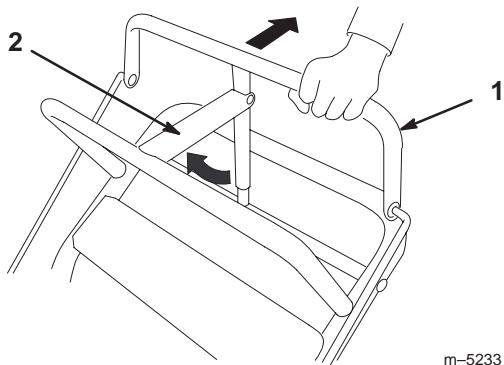

Figure 9
- Vérifiez le réglage du frein de stationnement. Les tiges de frein doivent être réglées de sorte que le levier de frein de stationnement soit bien en appui contre la barre fixe, tout en tirant la barre de commande supérieure en arrière (Fig. 9).